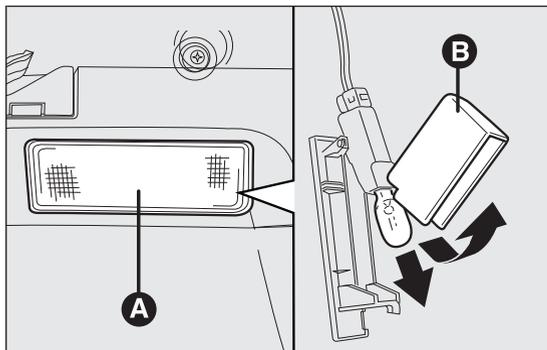

fig. 156
- extraer la lámpara A fig. 156 haciendo palanca en el punto indicado por la flecha.